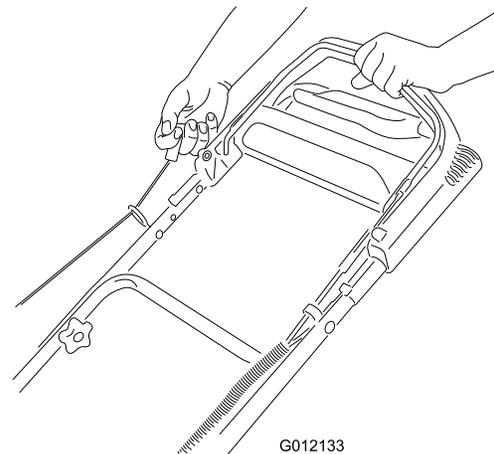

Bild 13
3. Ziehen Sie am Rücklaufstartergriff (Bild 13).